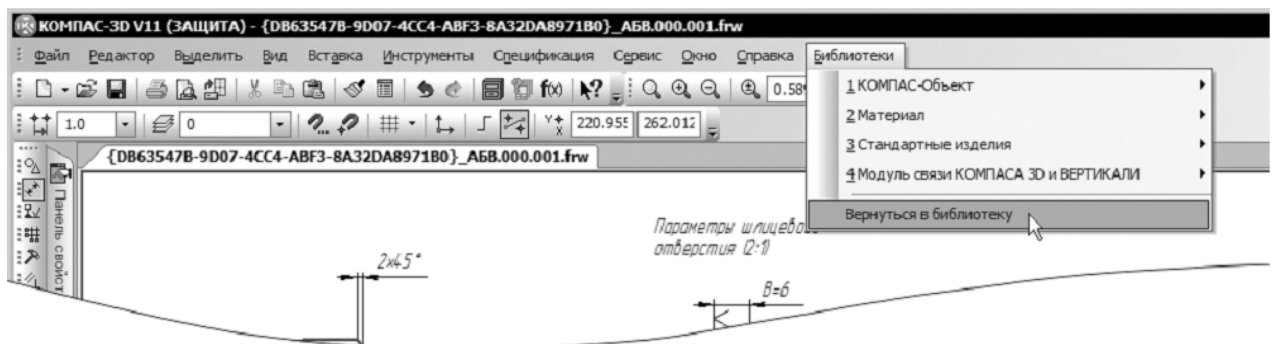

Рисунок 20
13. Выполните команду **Библиотеки – Вернуться в библиотеку** (рис. 20).